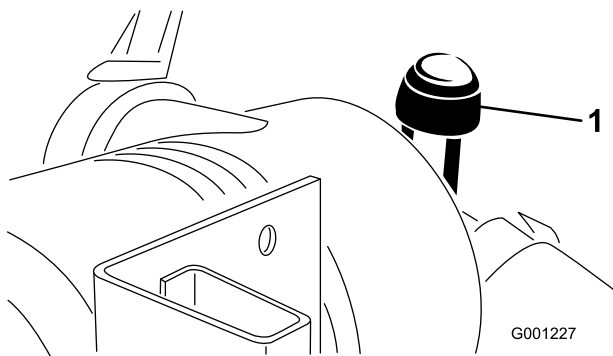

Figure 46
- Faites l'entretien du filtre à air quand l'indicateur de colmatage (Figure 46) est rouge ou toutes les 400 heures (plus fréquemment si vous travaillez dans une atmosphère extrêmement poussiéreuse ou sale). N'effectuez pas l'entretien du filtre à air trop souvent.
9. Réarmez l'indicateur de colmatage (Figure 46) s'il est rouge.